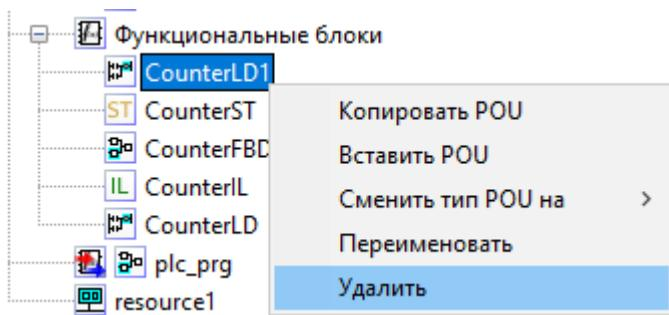

Рисунок 5.9 – Удаление элемента из дерева проекта
- 3) в появившемся контекстном меню выбрать «Удалить» (рисунок 5.9);